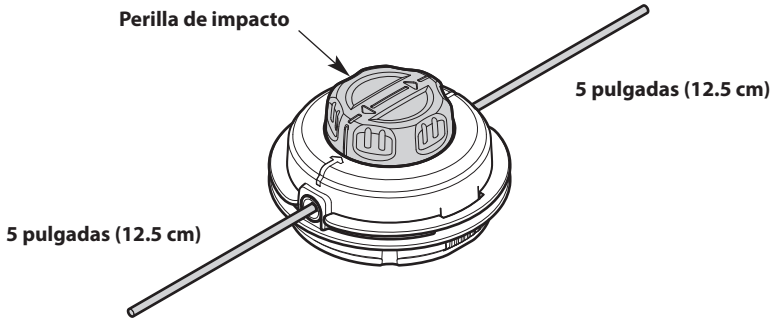

Fig. 24
5. Gire la perilla de impacto para enrollar el hilo hasta que sobresalga aproximadamente 5 pulgadas (12.5 cm) de cada lado del cabezal de corte (Fig. 24).